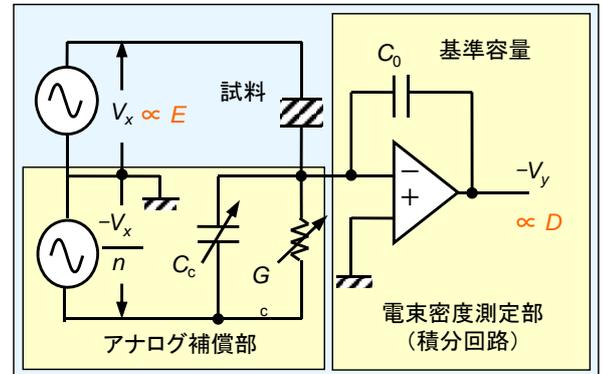
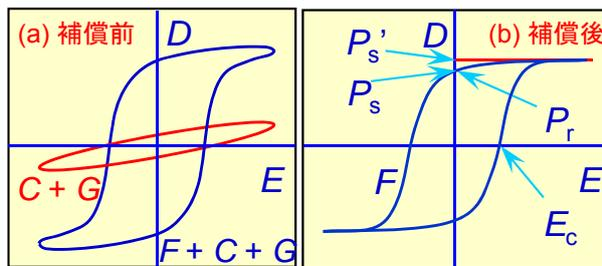

図1 改良型ソーヤ・タワー回路
図2 D-E履歴曲線の補償(模式図)
- D-E履歴曲線が観測されれば、強誘電性を確認したと言える。従来、D-E履歴曲線の補償にはソーヤ・タワー回路が用いられてきたが、誤差を小さくするため、改良した回路を開発した(図1)。
- 補償前のD-E履歴曲線は図2(a)のようになるが、改良型回路(図1)により履歴曲線を補償することで、図2(b)に示すような純粋な自発分極の成分(強誘電成分、F)のみの観測が可能になる。